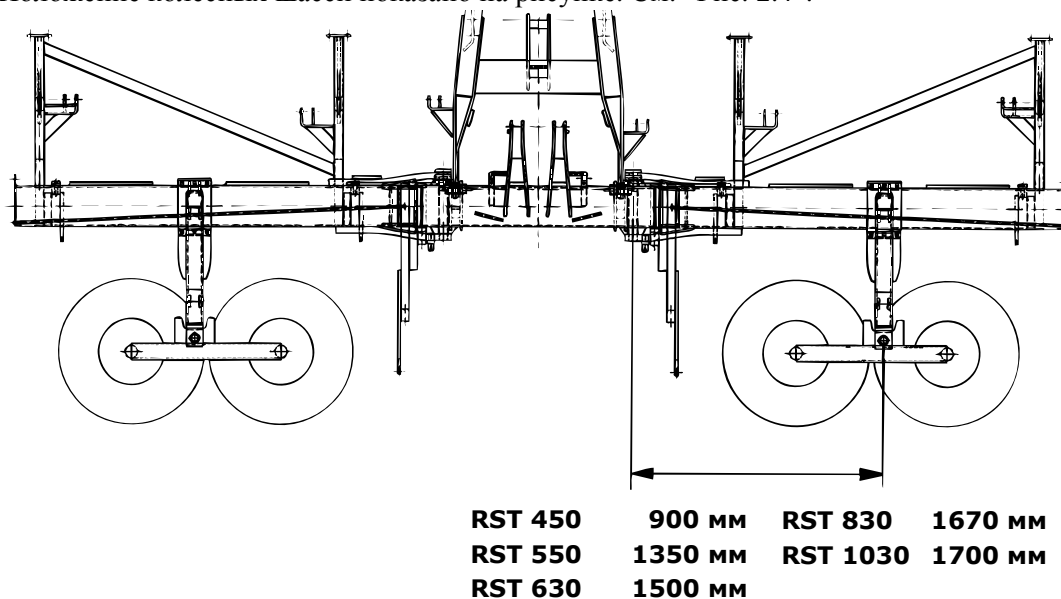

Рис. 2.4
- 10 Положение колесных шасси показано на рисунке. См. “Рис. 2.4”.